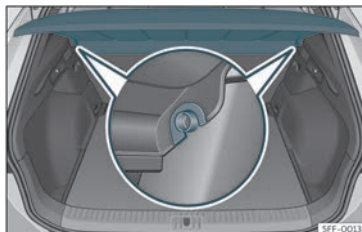

Fig. 106 No maleteiro: desmontar e montar a bandexa.
- Desencaixe a bandexa dos soportes laterais >>> fig. 106 puxando da mesma cara arriba e extraia a bandexa.
- Introduza a bandexa horizontalmente facendo coincidir a “ferradura” sobre o eixe dos soportes >>> fig. 106, e prema cara abaixo ata que encaixe.